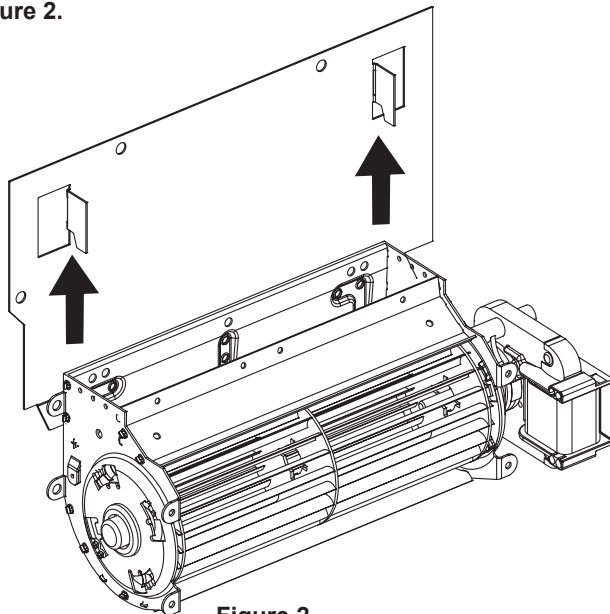

Figure 2
- Installer la soufflerie sur les supports prévus à cet effet sur la plaque de montage. S'assurer que les attaches en Velcro sont réunies afin de maintenir la soufflerie en place. Voir **Figure 2**.